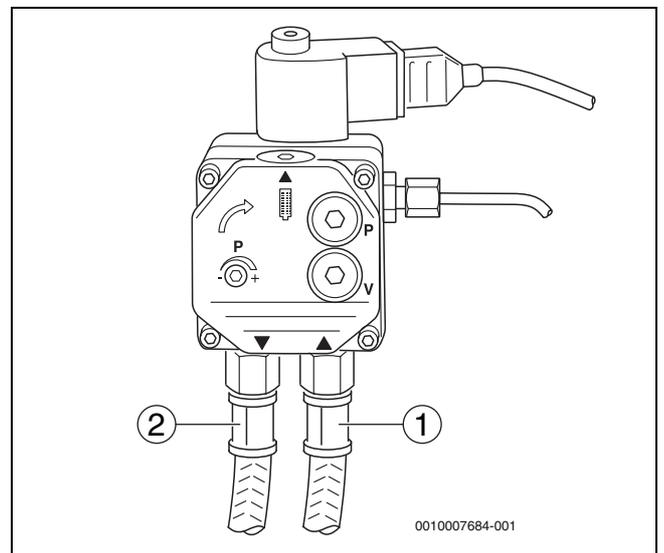

Bild 19 Ölpumpe – Danfoss
- ▶ Darauf achten, dass beim Anschließen der Ölversorgungseinrichtung Ölansaug- und Rücklaufleitung nicht vertauscht werden (→ Bild 19 und 20).